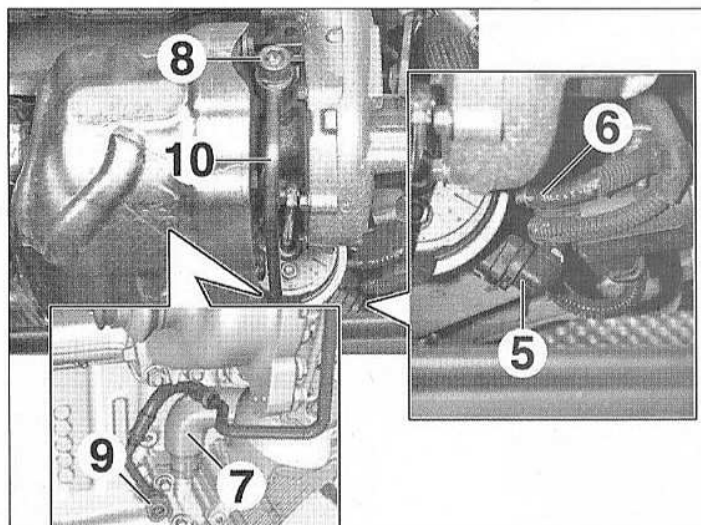
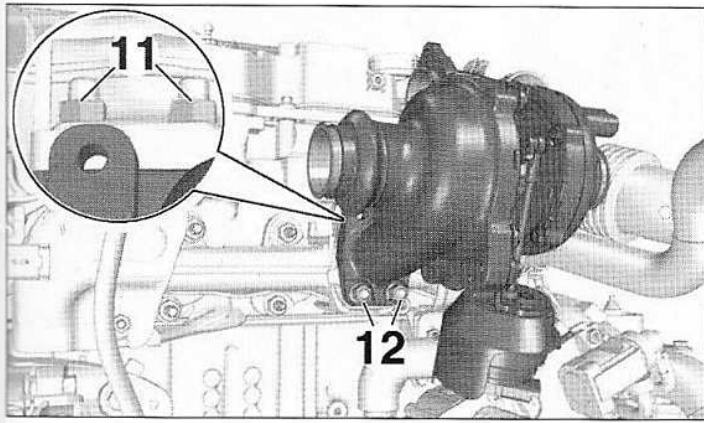

FIG.59
FIG.60
- Débrancher (Fig.59) :
- le connecteur (5),
- la durit à dépression (6).
- Désaccoupler la canalisation de retour d'huile de turbocompresseur (7).
- les vis (8) et (9),
- la canalisation de lubrification de turbocompresseur (10),
- les écrous (11) et (12) (Fig.60),